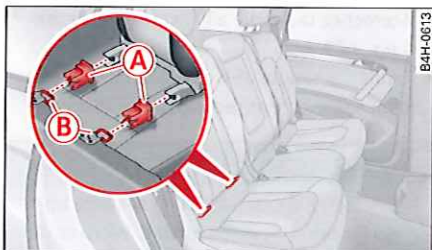

Fig. 127 Banquette arrière : montage des étriers de fixation pour les sièges-enfants ISOFIX
- ▶ Placez les étriers de fixation (A) du siège-enfant sur les ancrages ISOFIX (B) situés entre le dossier et l'assise du siège ⇒ *fig. 127*.